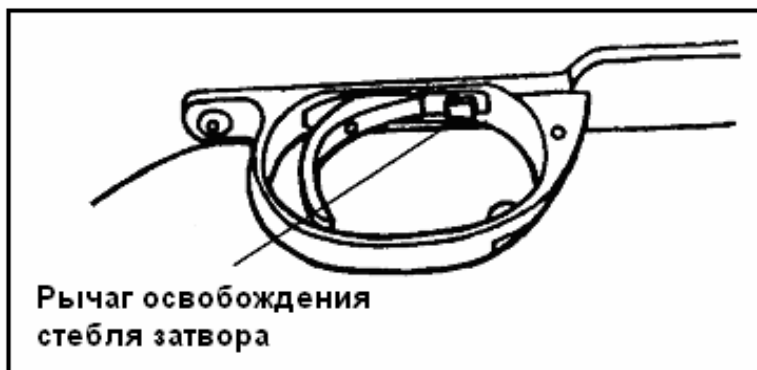

Рис. 2-4. Рычаг освобождения стебля затвора.
(1) Для извлечения затвора из ствольной коробки, поставьте рычаг предохранителя в положение «S», поднимите рукоятку затвора и отведите затвор назад до упора. Нажмите рычаг освобождения стебля затвора (рис. 2-4) и извлеките затвор из ствольной коробки.